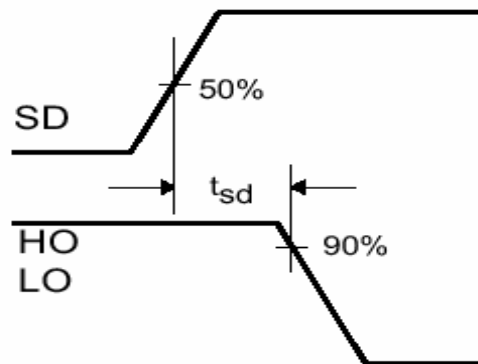

図 2 遮断波形の定義
では許容値が大きいことが求められます。 dV_S/dt は、データシートの図 2 に示された評価システムで測定されます。
- t_{sd} (遮断命令の伝播遅延時間) : 図 2 (データシートでは図 5) のように、遮断入力 (SDピン) の信号が最大値の 50%に達してから、出力 (HOとLO) が降下して最大値の 90%になるまでの時間です。